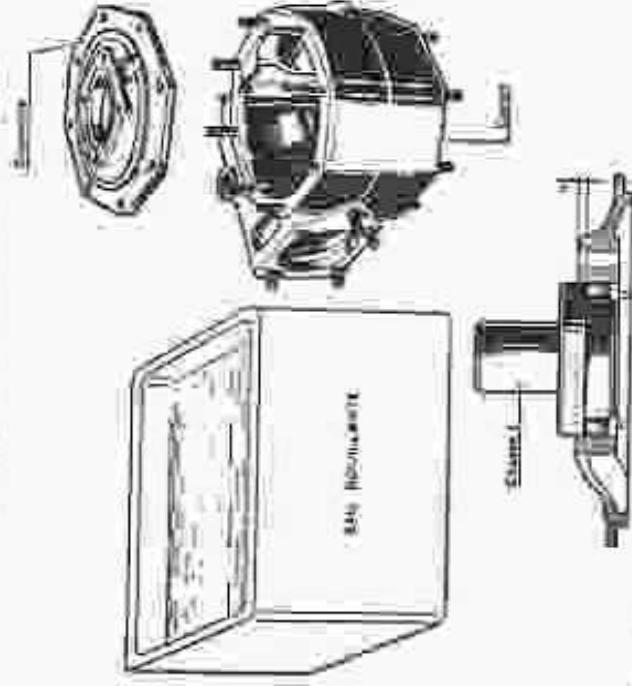

Fig. 21. — Mise en place des bagues extérieures des roulements.
- Maintenir la bride extérieur de chaque roulement, l'une dans le carter, l'autre dans le couvercle, à 1 cm au moins de la face extérieure (fig. 21).
- Pour le mise en place de ces bagues, utiliser, si possible, le chapeau en bois (B).